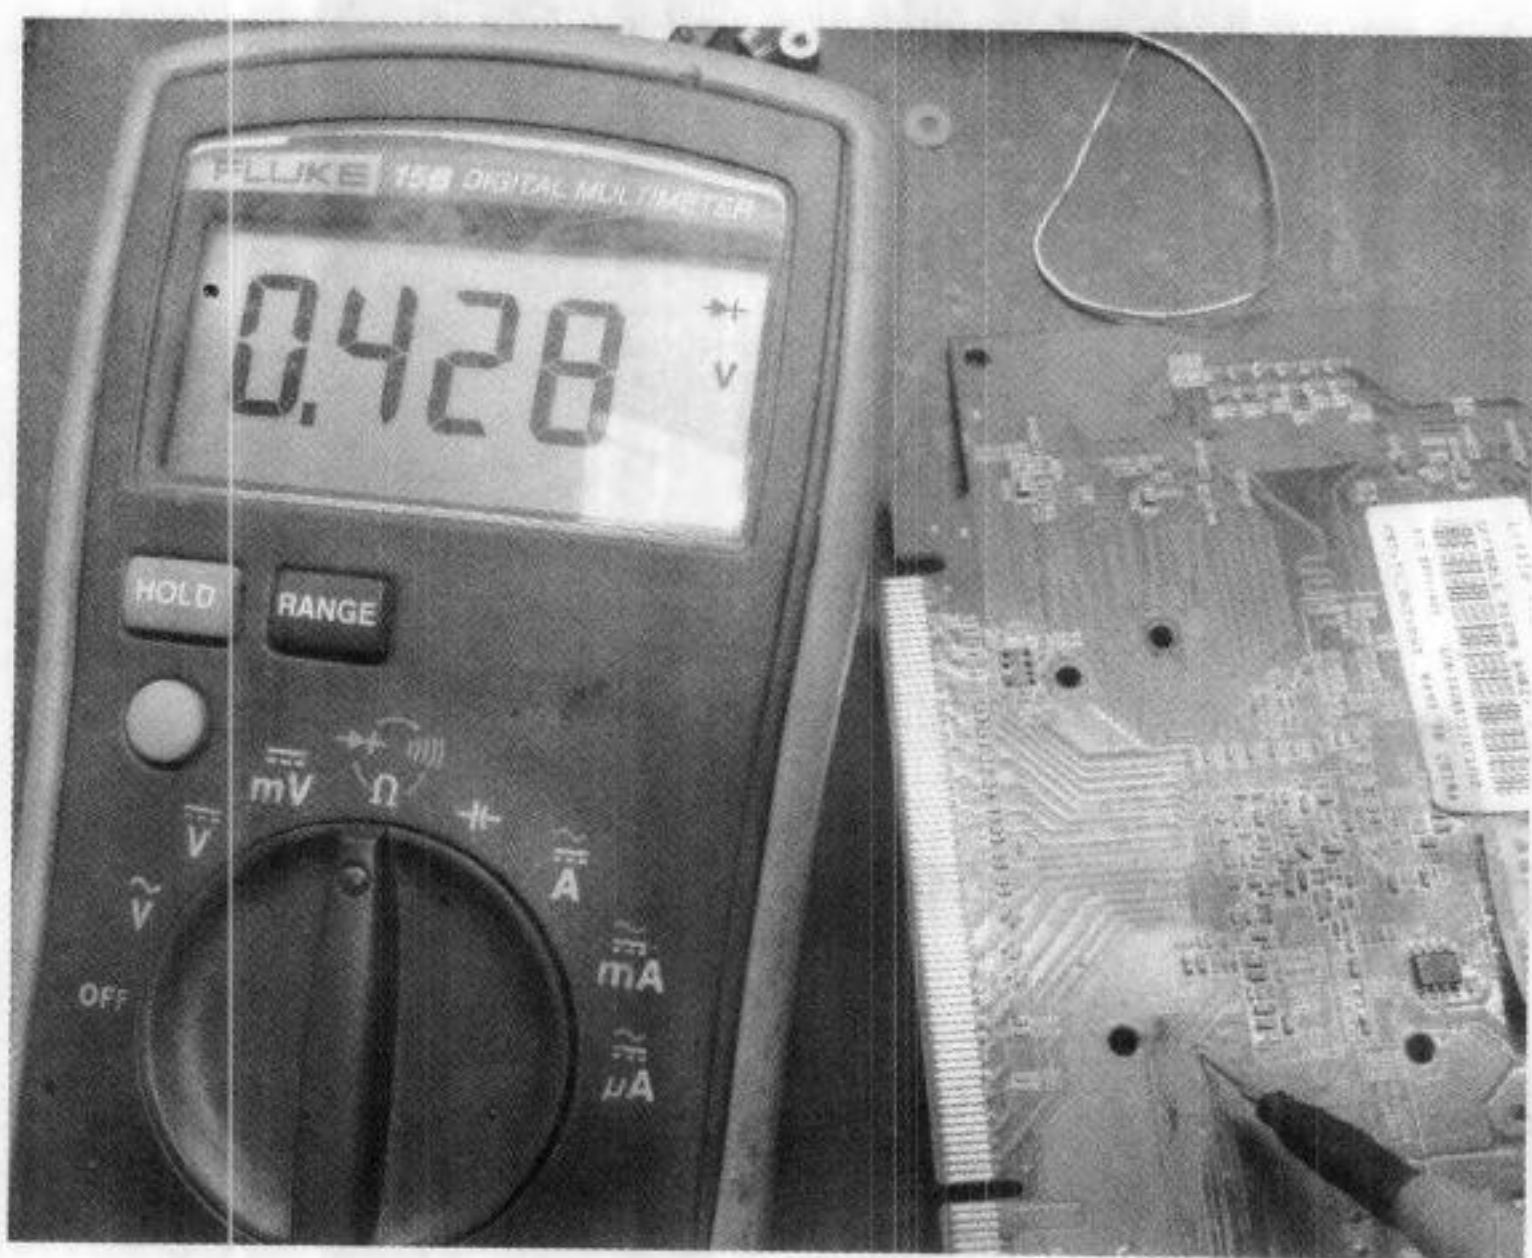

图 5-50 测量靠近 GPU 一端二极管值
(9) 沿着对应的过孔跑线, 在靠近 GPU 的位置刮开线路打值, 发现值为 428, 接近正常, 如图 5-50 所示。